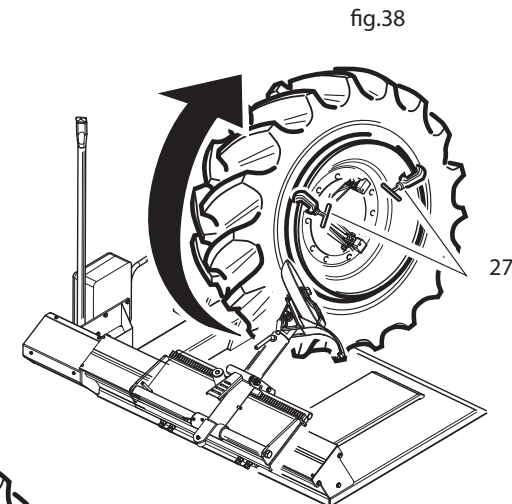

fig.38
N.B: Per la ruota particolarmente dura e bloccata sul cerchio si consiglia di utilizzare due "morsetti di fissaggio" (27) (fig.38) disponibili a richiesta.
N.B: For particularly hard tyres and those tightly locked on the ring it is advisable to use the two special fixing clamps supplied on request (27, fig. 38).
N.B.: pour la roue particulièrement dure et bloquée sur la jante on conseille d'utiliser deux "étaux de fixation" (27) (fig.38) disponibles sur demande. Les étaux servent à bloquer la tringle sur la jante de façon à libérer, pendant l'opération de détalonnage du bord antérieur, la tringle du pneu également. Si la tringle ne se détachait pas, faire sortir le pneu avec la tringle attachée. Pour l'enlever il faut la fixer au mandrin de la machine comme si c'était une jante normale et l'enlever par l'arrière.
Beachten Sie bitte: Für besonders harte und auf dem Felgen blockierte Reifen empfehlen wir den Gebrauch von zwei "Fixierklemmen" (27) (Abb. 38), die auf Wunsch geliefert werden können. Diese Klemmen dienen zur Blockierung des kleinen Reifs auf dem Felgen, sodaß während des Wulstabdrückvorgangs des vorderen Rands auch der kleine Reif des Reifens freigemacht wird. Sollte der kleine Reif sich nicht lösen, den Reifen zusammen mit dem festhaftenden kleinen Reif heraustreten lassen. Um diesen zu entfernen, machen Sie ihn an der Gerätespindel fest, als handle es sich um einen normalen Felgen und drücken den Wulst hinterseitig ab.
N.B: Para las ruedas particularmente duras y con bloqueo en llanta, es mejor emplear los especiales sujetadores suministrados opcionalmente (27) (Fig. 38). Estos deben bloquear el aro sobre la llanta de manera que durante las operaciones de destalonamiento del borde delantero se libere incluso el aro del neumático. En el caso de que los sujetadores no alcanzaran separar la llanta del neumático, sacar el neumático con el aro pegado. Para quitarlo hay que fijarlo al mandril de la máquina como si fuera una normal llanta y destalonarlo por atrás.